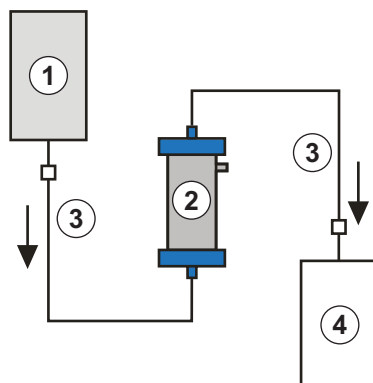

Рис. 9-10 Установка для промывки адсорбера гепарина
Материалы: см. условные обозначения к Рис. 9-10
2. Подключить вторую соединительную магистраль и сборный мешок, как показано на Рис. 9-10 к выходной стороне адсорбера гепарина.